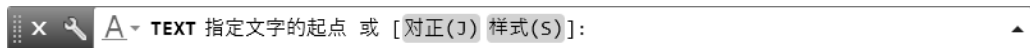

图 7-6 执行“TEXT”命令时的命令行提示
① 在功能区“默认”选项卡的“注释”面板中单击“单行文字”按钮 ，或者在功能区“注释”选项卡的“文字”面板中单击“单行文字”按钮 ，命令行提示如图 7-6 所示。